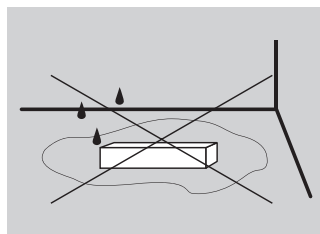

Рис. 3
- 4.8. Не размещайте источник в местах и нишах, где может скапливаться вода. Нахождение источника в воде (лужа, тающий снег) вызывает разрушающие электрохимические процессы (Рис.3).